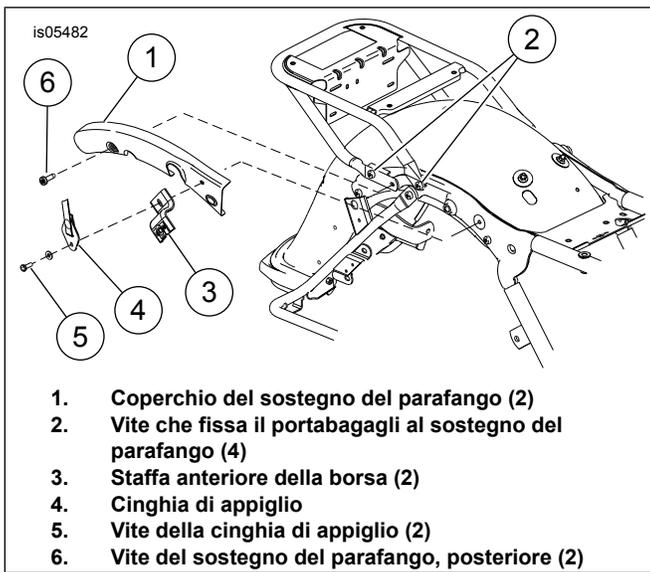

Figura 1. Rimuovere il portabagagli
2. Vedere Figura 1. Rimuovere le viti (5) e le rondelle della cinghia di appiglio, la cinghia di appiglio (4) e le staffe anteriori della borsa (3). Conservare le parti per l'installazione.
3. Rimuovere ed eliminare la vite del sostegno del parafrangente posteriore (6) ed il coperchio del sostegno del parafrangente (1). Ripetere le operazioni sul lato opposto.
4. Rimuovere i dispositivi che fissano il portabagagli al sostegno del parafrangente (2) su ciascun lato.
1. Vedere Figura 1. Installare la staffa anteriore della borsa, (3) la rondella della cinghia di appiglio (4) e il dispositivo di fissaggio della cinghia di appiglio (5). Serrare ad una coppia di 16–20 N·m (12–15 ft-lbs).